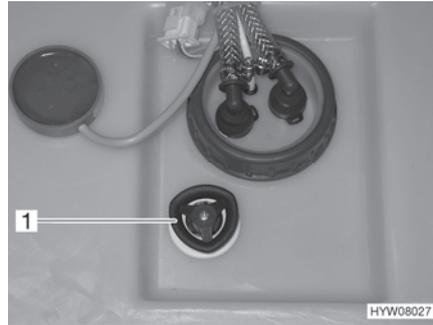

Fig. 144 Depósito de agua con tirador giratorio
- Girar el tirador giratorio (Fig. 144,1) del depósito de agua en sentido contrario a las agujas del reloj sobrepasando la resistencia, para abrir el orificio de salida completamente.